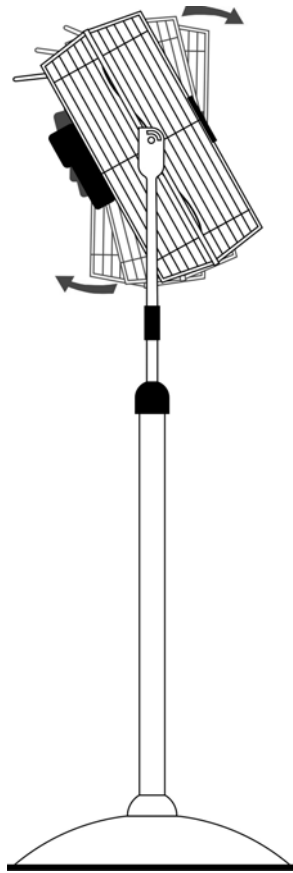

Fig. 3
- Los aparatos de la serie TURBO disponen de cabezal regulable gracias al que usted puede inclinar el cabezal hacia arriba o hacia abajo, según sus necesidades (Fig. 3).